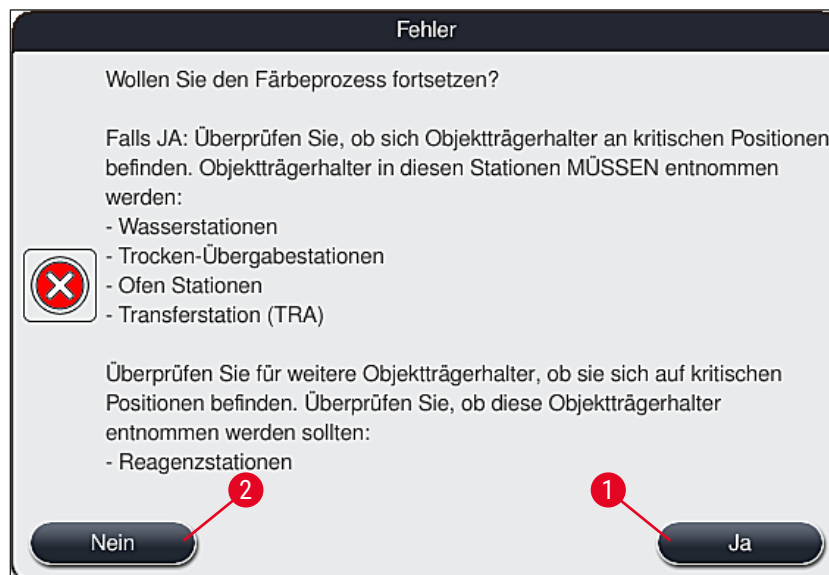

Abb. 110
4. Im Anschluss hat der Benutzer die Möglichkeit zu wählen, ob der Färbeprozess fortgesetzt (→ S. 141 – 8.2.2 Den Färbeprozess fortsetzen nach einem Stromausfall) oder abgebrochen (→ S. 142 – 8.2.3 Alle Färbeprozesse abbrechen nach einem Stromausfall) werden soll (→ "Abb. 110").
2. Entsprechend der vorangegangenen Meldung (→ "Abb. 110") die kritischen Objektträgerhalter aus dem Gerät entnehmen und die Entnahme durch Drücken der entsprechenden Station (→ "Abb. 111-1") auf dem Bildschirm bestätigen.
Der Abbruch des Färbeprozesses und die Rückkehr zum vorhergehenden Auswahlmenü (→ "Abb. 110") kann durch das Drücken der Taste **Abbrechen** (→ "Abb. 112-2") widerrufen werden.